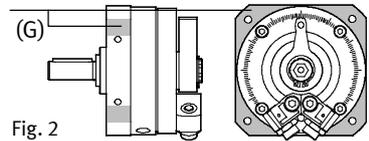

Fig. 2
Le parti grigie (G) (Fig. 2) evidenziano le superfici del DSM in cui è possibile praticare fori aggiuntivi (ad es. per il fissaggio di perni di centratura).